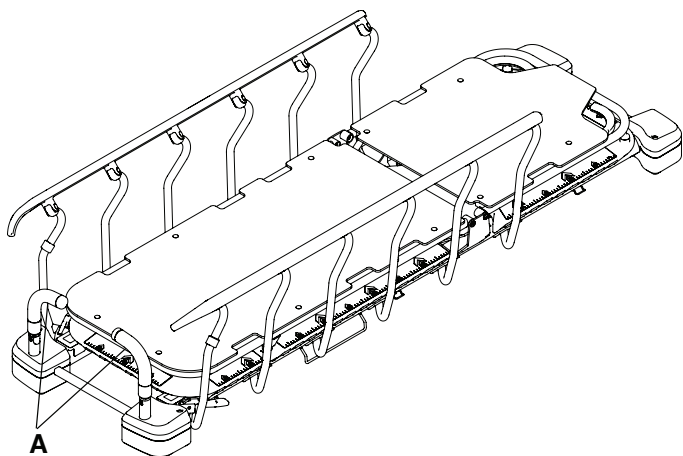

**Figure 9 – Positionnement des poignées de poussée du côté pieds**
1. Soulever tout droit les poignées de poussée du côté tête (A) une à la fois (Figure 9).
2. Faire pivoter les poignées de poussée du côté pieds (A) en position d'utilisation.